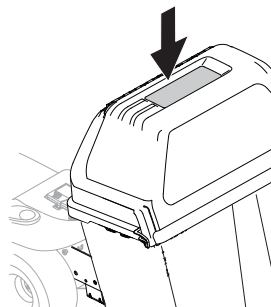

Figure 25
1. Pendant l'utilisation, arrêtez le tracteur et observez régulièrement la fenêtre sur le couvercle du bac récupérateur. Voir Figure 25.